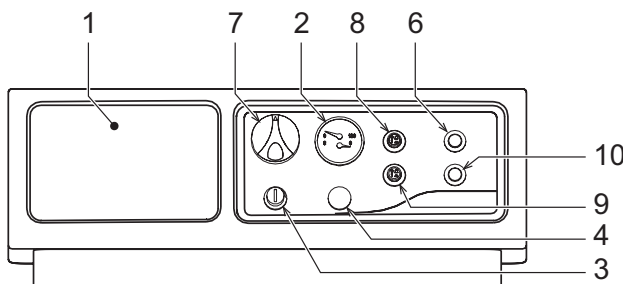

fig. 1 - Panel de mandos
- Ponga el interruptor de la caldera 8 en la posición de encendido (fig. 1).
- Si la caldera está dotada de una centralita electrónica termostática, montada en la posición 1 de la fig. 1, tenga también en cuenta las instrucciones del fabricante de la centralita.
Gire el termostato de regulación 7 de la fig. 1 hacia la derecha para aumentar la temperatura del agua de calefacción o a la izquierda para disminuirla. La temperatura se puede ajustar entre 30 °C y 90 °C. No obstante, se aconseja no hacer funcionar la caldera a menos de 45 °C.
Ajuste el termostato de ambiente a la temperatura que desee tener en la vivienda. Bajo el control del termostato de ambiente, la caldera se enciende y calienta el agua de la instalación a la temperatura fijada con el termostato de regulación 7 (fig. 1). Cuando la temperatura ambiente alcanza el valor programado, la caldera se apaga.
La presión de carga con la instalación fría, leída en el higrómetro de la caldera ( 2, fig.1), debe ser de aproximadamente 1 bar. Durante el funcionamiento, la presión de la instalación puede descender a causa de la evaporación de los gases disueltos en el agua. Si cae por debajo del mínimo indicado, abra la llave de llenado para restablecer el valor inicial. Al final de la operación, cierre siempre la llave de llenado.